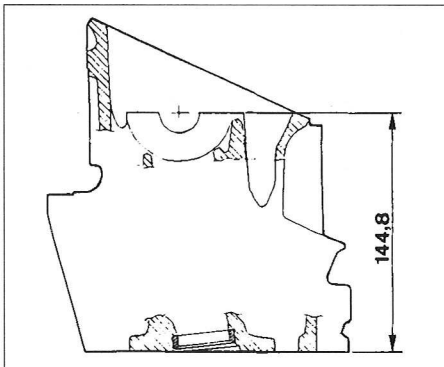

Fig. 8
- Controlar a altura da cabeça, num plano (Fig. 8).